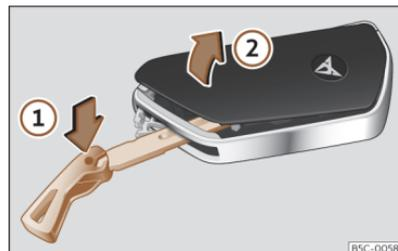

Fig. 80 Llave del vehículo: abrir la tapa del compartimento de la pila.
- Introduzca el espadín en la ranura >>> **fig. 80**, presiónelo en el sentido de la flecha ① y desprenda la tapa haciendo palanca ②.